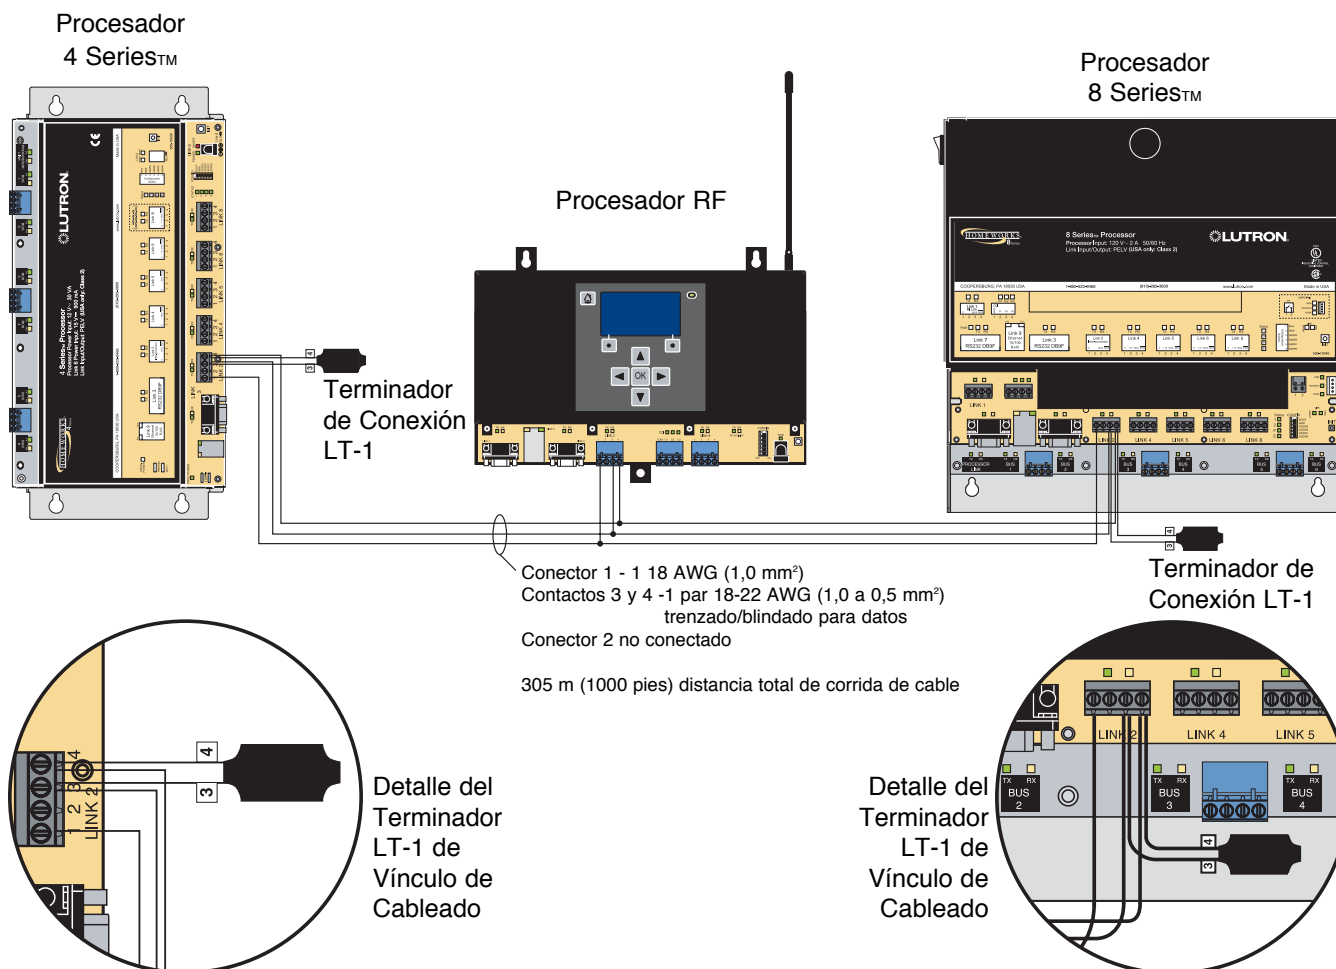

Figura 5 – Procesadores de HomeWorks® Concatenados
Para los modelos H4P5-H48-120 y H4P5-H48-HRL-120 solamente, un arnés interno conecta el Vínculo 4 al Concentrador de atenuadores instalado en fábrica. Si placas HWI-H48 adicionales serán controladas por el procesador, el vínculo de comunicación deberá conectarse en el bloque de bornes Vínculo 4. No conecte el terminal 2 a un HWI-H48. Si el vínculo H48/Q96 tiene una longitud de cable de 15 m (50 pies) o más, los terminadores LT-1 del vínculo deben ser instalados entre MUX y MUX (terminales 3 y 4) ambos extremos del vínculo. Consulte las instrucciones HWI-H48 (vea también la Figura 5, página 8).
6. **Conecte la conexión del Inter-Procesador (solamente instalaciones de procesadores múltiples):** La conexión del Inter-Procesador se usa para comunicación entre los procesadores de *HomeWorks*. Conecte el cableado de control a la conexión del inter-procesador (conexión 2), si se requiere. No conecte la terminal terminal 2, (vea Figura 5, página 8). Si este procesador es a ser el primero o el último procesador concatenado, adjunte uno a los terminadores de la conexión LT-1 provistos entre MUX y MUX (terminales 3 y 4—vea Figura 5, página 7). Si los terminadores LT-1 no están disponibles, una resistencia de 1/2 W entre 100 y 150 Ohms se puede colocar en las terminales 3 y 4 para proveer terminación.